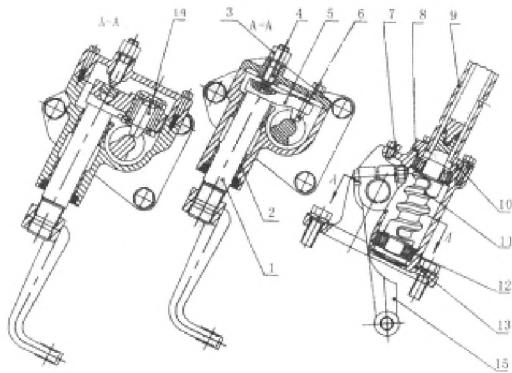

Рисунок 4-23. Рычажное и штифтовое рулевое управление.
Рычажное и штифтовое рулевое управление состоит из ведущей и ведомой частей (смотрите рисунок 4-23). Ведущая часть преимущественно состоит из червяка рулевого механизма (11). Ведомая часть преимущественно состоит из рычага (5), который установлен вместе с рулевой сошкой (1) и штифтом (6). Система рулевого управления (13) соединена с передней наклонной системой сцепления болтами.
Зазор конических подшипников (30204) (12) на двух концах червяка (11) должны быть отрегулированы для правильной работы рулевого управления. Движения червяка вниз и вверх увеличиваются вместе с увеличением осевого зазора подшипника из-за трения во время эксплуатации. Когда движения составляют более 0.1 мм, следует провести своевременную регулировку. Чтобы провести регулировку снимите рулевое колесо и рулевую рейку (9), подтяните или ослабьте шайбы, чтобы диапазон движения вниз и вверх был менее 0.1 мм. (рисунок 4-23).